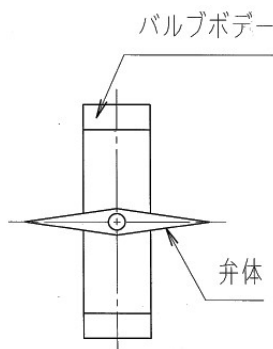

図 12-11 バタフライ弁全開位置
手順⑨ バルブを手動操作で全開位置にします。手動操作は「12.2 開度調節」手順③から手順⑤に従って、行ってください。全開位置における弁体の位置は「図 12-11 バタフライ弁全開位置」のとおりです。